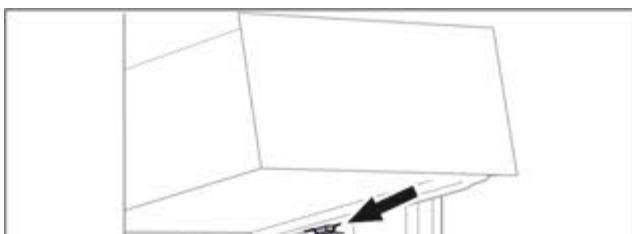

Fig. 34
- Встановити висувний ящик за стопорами на ребро для резервуару навскоси. (див. Fig. 34)